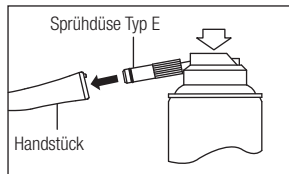

Abb. 15
- 2) Setzen Sie die Sprühdüse auf der Rückseite des Handstücks ein. Halten Sie das Handstück fest und sprühen Sie 2-3 Mal jeweils etwa 2-3 Sekunden lang. Tragen Sie Schmiermittel auf, bis es mindestens 2 Sekunden lang aus dem Handstückkopf austritt (Abb. 15).
- 3) Schmieren Sie das Handstück mit dem NSK PANA SPRAY Plus / PANA SPRAY (Abb. 15) oder dem automatischen System für Reinigung und Schmierung von NSK.